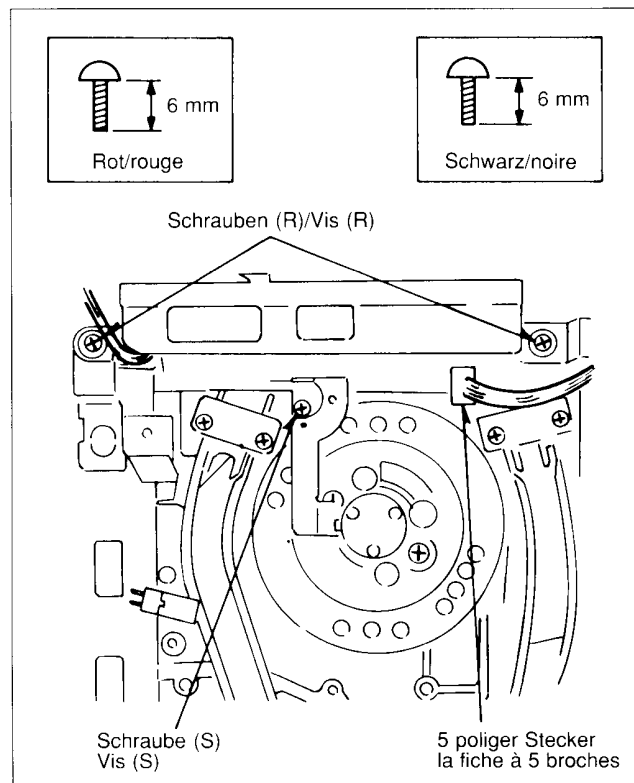
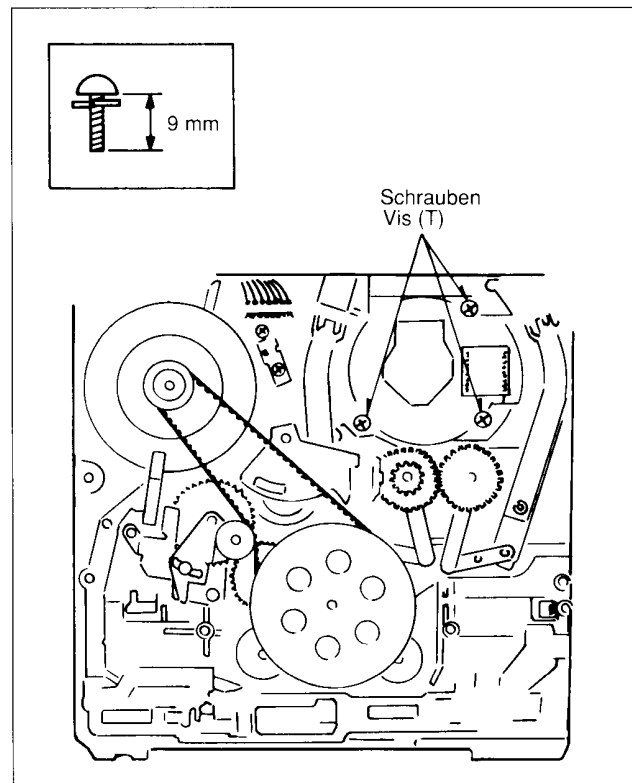

Fig. 25
Fig. 26
1. Die beiden Schrauben (R) entfernen, um den Kopfverstärker auszubauen. Fig. 25
2. Die Schraube (S) entfernen, um den Erdungsschalter herauszunehmen.
4. Die 3 Schrauben (T) entfernen, um die Kopftrommel-Einheit (mit der Kopftrommel-Treiberplatine) herauszunehmen. Fig. 26
1. Retirer les 2 vis (R) pour démonter l'amplificateur de têtes. Fig. 25
2. Retirer la vis (S) pour enlever le frotteur de mise à la masse.
4. Retirer les 3 vis (T) et extraire l'unité tambour de têtes (y compris la platine driver). Fig. 26
3. Die Lötstelle (V) entlöten, um die Abschirmung abzunehmen.
4. Die 18 Lötunkte (U), mit einem Pfeil markiert, entlöten. (Einschließlich der 8 Lötunkte innerhalb der Abschirmung.)
5. Die 2 Schrauben (W) entfernen, um die Kopftrommel-Treiberplatine auszubauen.
6. Beim Einbau in umgekehrter Reihenfolge vorgehen. Fig. 26/27
3. Dessolder le point (V) pour retirer le blindage.
4. Dessolder les 18 points de soudure repérés d'une flèche (U) (y compris les 8 points situés sous le blindage!).
5. Retirer 2 vis (W) pour dégager la platine driver.
6. Procéder à l'inverse pour le remontage. Fig. 26/27